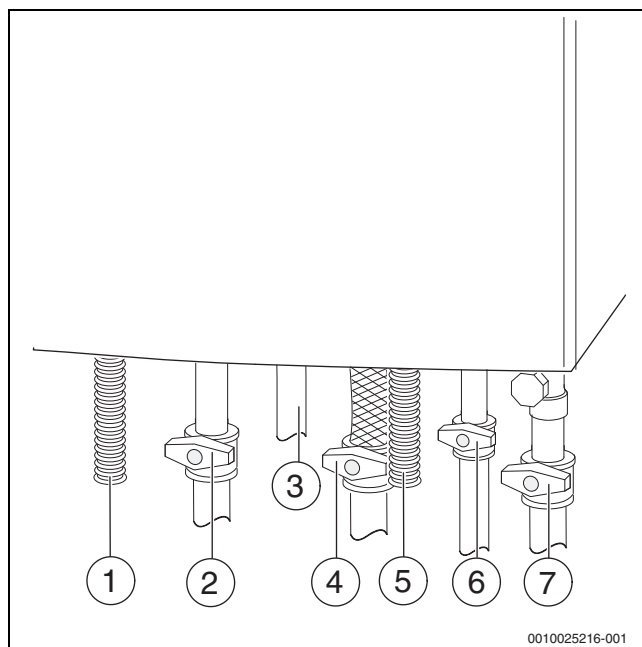

Рис. 65 Подключения газа и воды (дополнительное оборудование)
- ▶ Откройте кран холодной воды (→ рис. 65) и затем откройте кран горячей воды и держите его открытым до тех пор, пока из него не потечет вода.
- ▶ Откройте краны подающей и обратной линий отопления (→ рис. 65).
- ▶ Заполните отопительную систему до давления 1–2 бар в устройстве заполнения и подпитки (→ рис. 65) и снова закройте устройство заполнения и подпитки.